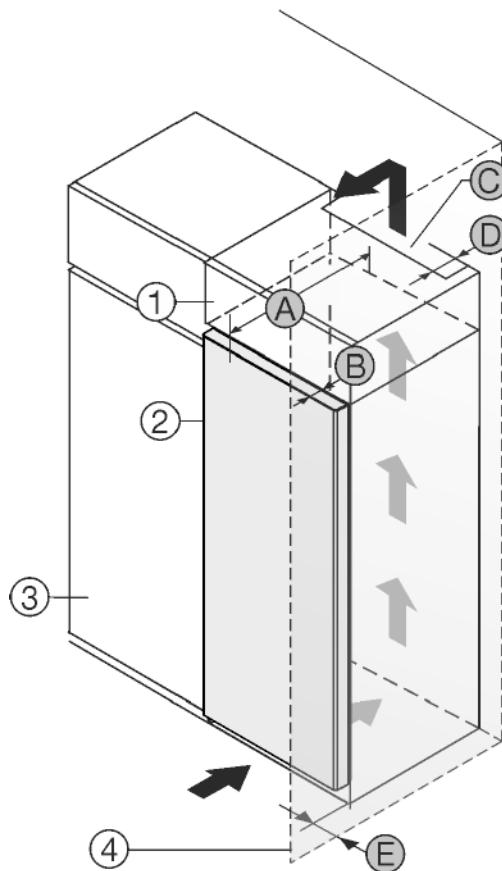

Fig. 1
Puede colocar el electrodoméstico directamente al lado del armario de cocina Fig. 1 (3).\*
En la parte trasera del armario superior debe haber una cámara de salida de aire con una profundidad Fig. 1 (D) que abarque toda la anchura del armario.\*
Bajo el techo de la estancia debe mantenerse la sección transversal de ventilación Fig. 1 (C).\*
Si el electrodoméstico se instala con las bisagras junto a una pared Fig. 1 (4), la distancia entre el electrodoméstico y la pared debe ser de como mínimo 13 mm.\*
Si el electrodoméstico se instala con las bisagras junto a una pared Fig. 1 (4), la distancia entre el electrodoméstico y la pared debe ser de como mínimo 20 mm.\*
Para poder abrir totalmente la puerta, el electrodoméstico debe sobresalir la profundidad de la puerta Fig. 1 (B) respecto del frente del armario de cocina. El electrodoméstico puede sobresalir más en función de la profundidad de los armarios de cocina Fig. 1 (3) y del uso de distanciadores de pared.\*